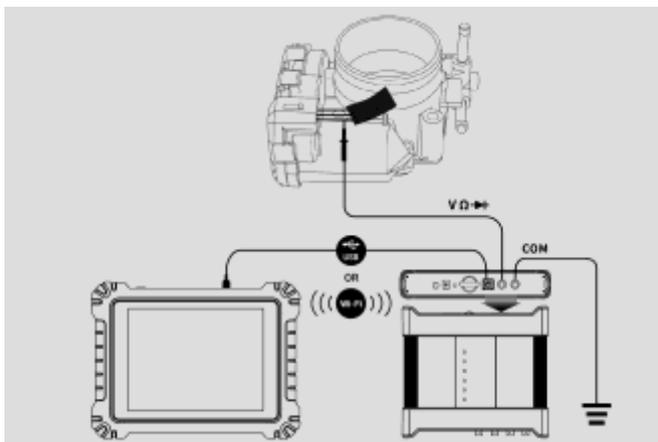

Рисунок 7-1. Пример схемы соединений
1. Подсоедините подходящие концы измерительного провода или щупа к разъёмам мультиметра, чтобы завершить соединение (см. **рисунок 7-1**).